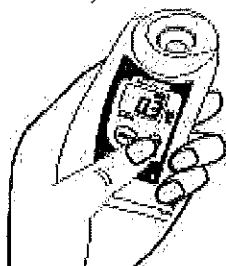

Рис. 15
- (3) Нажмите кнопку СТАРТ (Рис. 15)